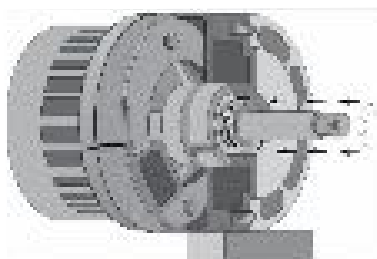

Figure 35
6. Poussez le joint d'arbre et le ressort de joint sur l'arbre, après vous être assuré que les faces du joint et l'arbre sont propres. Veillez à ce que l'arbre n'endommage pas la face du joint en carbone. Suivez le ressort du joint avec le porte-ressort; comprimez le ressort et faites tourner le porte-ressort d'un quart de tour pour le bloquer sous la première clavette de l'arbre (voir la figure 35).